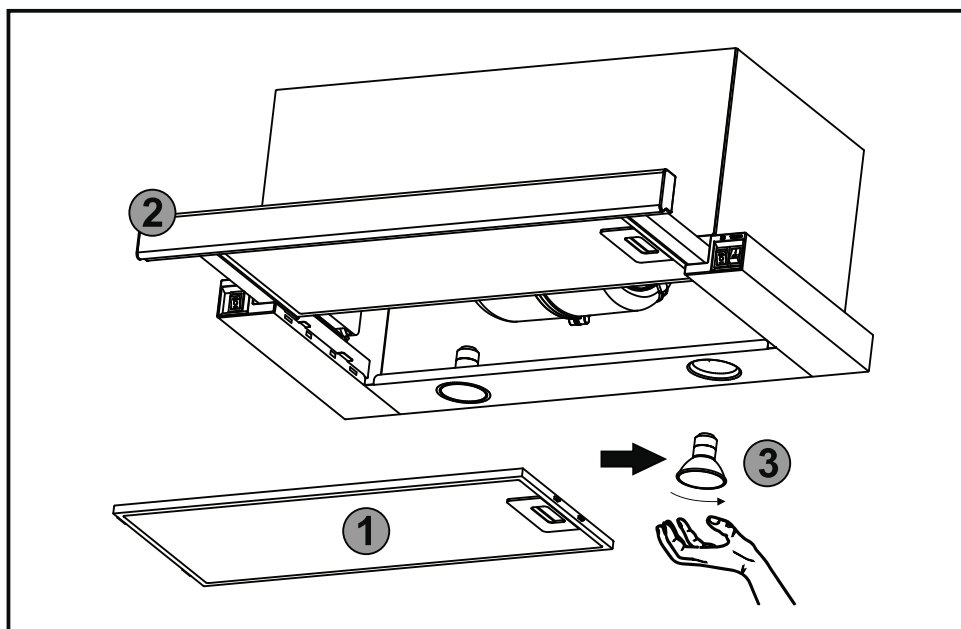

Рис.7
8.9 На вытяжке установлены **HALOGEN / LED** лампы подсветки рабочей зоны плиты. Перед началом замены ламп освещения необходимо отключить вытяжку от электросети, дать возможность охладеть лампам. Для замены лампы необходимо снять алюминиевый фильтр **1**, вытянуть шушляду выдвигающую **2**, отжать держателя патрона на себя, чтобы лампа **3** вышла из корпуса вытяжки, удерживая держатель патрона, слегка надавить на лампу в направлении патрона и, повернув ее против часовой стрелки, вынуть из корпуса вытяжки (**рис.7**).